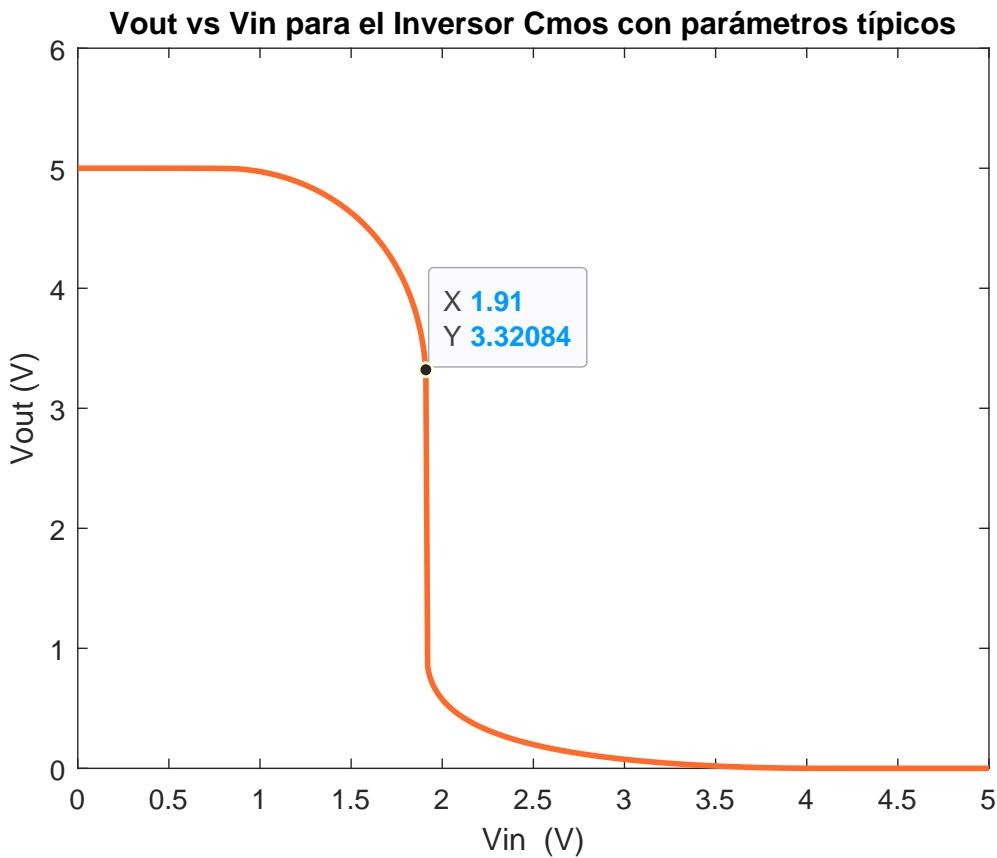

Figura 1: Curva de transferencia para el inversor CMOS (Creación Propia)
Sustituyendo los datos en la ecuación (3) se tiene entonces que la tensión de inversión V_M para el inversor construido a partir de los parámetros típicos es de aproximadamente $1.9672V$. Comparando este resultado con el obtenido en la figura 1, se puede decir que el margen de error entre ambas es de alrededor de 2.55 %